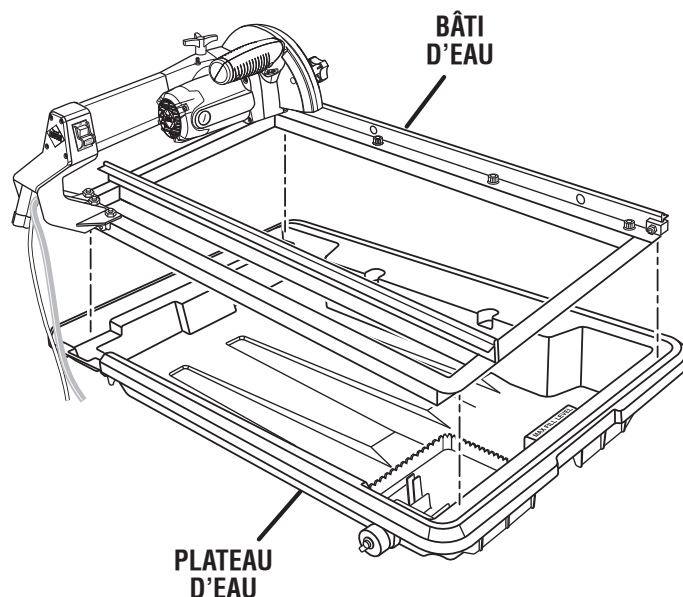

Fig. 8
- Placer le bâti sur le plateau de l'eau comme illustré sur la figure 8.